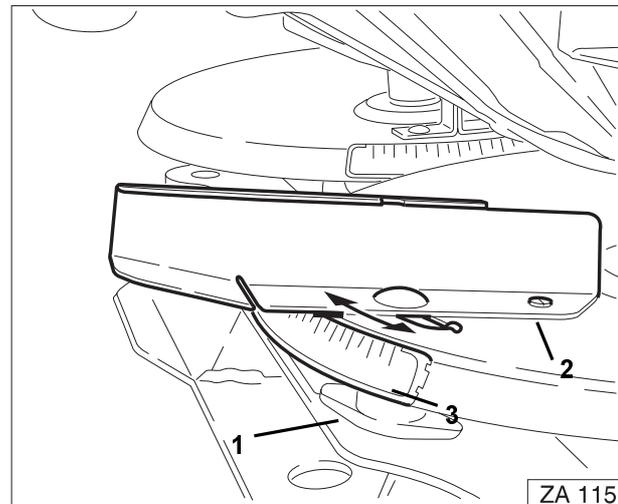

Fig. 28
Para establecer las diferentes anchuras de trabajo (distancia entre rodadas), una vez aflojadas las tuercas de mariposa (Fig. 28/1), se pueden girar horizontalmente de modo continuo las paletas distribuidoras sobre su centro de gravedad (Fig. 28/2).
**Si se giran las paletas en el sentido de los valores superiores de la escala (Fig. 28/3) aumenta la anchura de trabajo.**